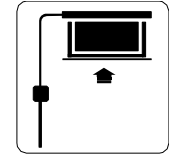

Abbildung 21
3. Wechseln Sie die Schalterposition auf „-“, um, die Leinwand aufzurollen. Sobald die Leinwand in der vollen oberen Lage ist, wird der Motor der Leinwand automatisch stoppen (Abbildung 21)